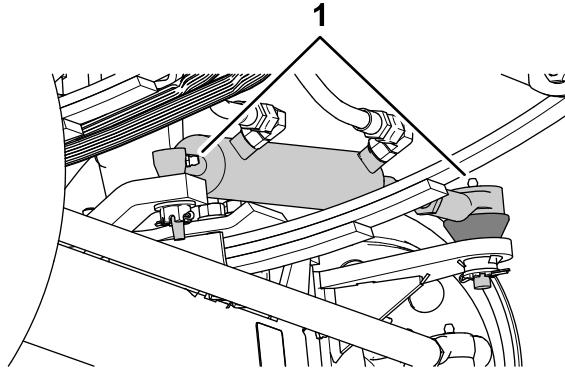
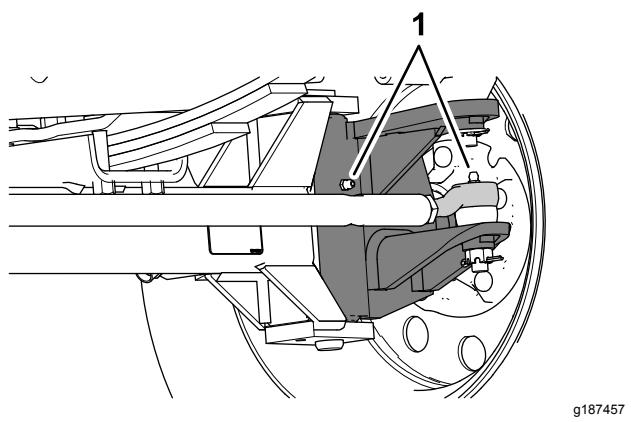

Figura 63
Figura 64
1. Pulite con un panno i raccordi di ingrassaggio (Figura 63 e Figura 64).
2. Pompatate del grasso nel raccordo di ingrassaggio (Figura 63 e Figura 64).
**Nota:** La posizione dei raccordi di ingrassaggio è illustrata nella Figura 63.